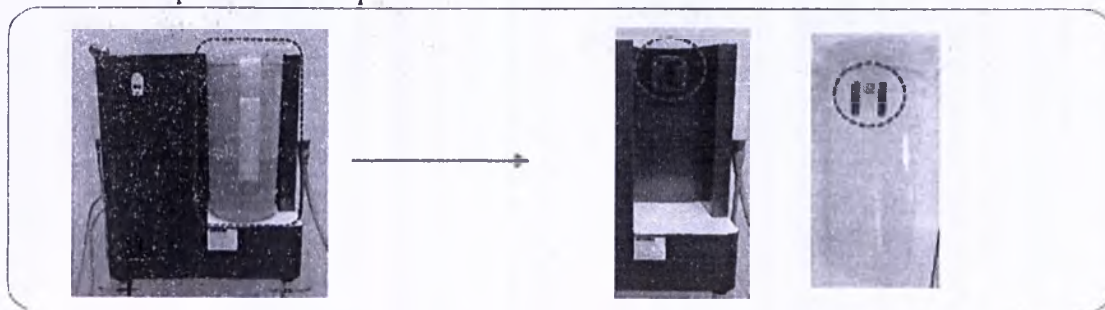

Рисунок 31 – Подключение контейнера для отходов
- 16) Сопоставьте контейнер для отходов с соединительным разъемом на задней части основного корпуса и нажмите до упора (Рисунок 31). Для отсоединения контейнера потяните его за ручку на себя. Неплотное соединение контейнера может привести к неисправности аппарата!